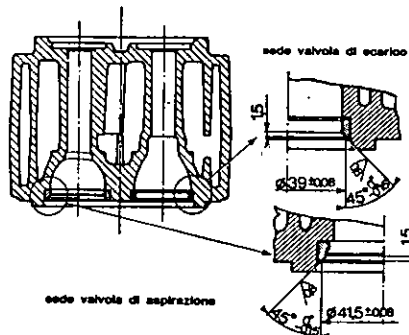

Fig. 6 - Sedi valvole montate nella testa motore
- fresare le sedi rispettando le quote in fig. 6.
- Le teste già provviste di sedi riportate devono avere le dimensioni indicate in fig. 6.